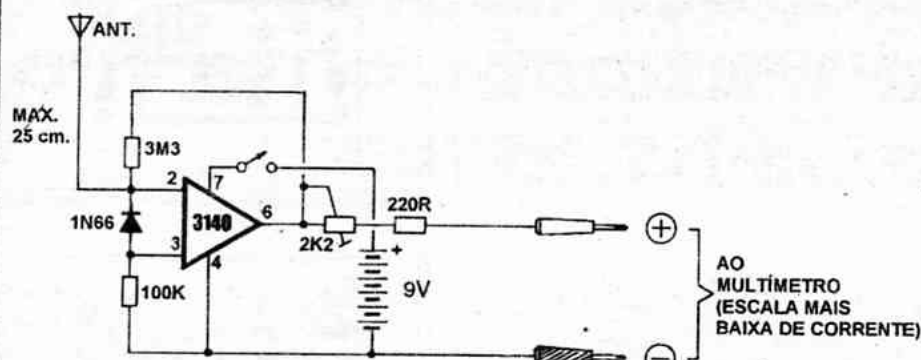

Fig. 1
- FIG. 1 - DIAGRAMA ESQUEMÁTICO DO CIRCUITO - O circuito, em si, é uma *caquinha*... Simples na sua concepção, muito reduzido no número de componentes (só peças comuns, de fácil aquisição...), utiliza como *miolo* ativo um integrado Amplificador Operacional, equivalente ao *velho* 741, porém internamente dotado (nos seus blocos de entrada...) de transistores de efeito de campo, o que lhe proporciona uma impedância *muito* alta, garantindo excelente sensibilidade a sinais aplicados às suas entradas *inversora* e *não inversora* (respectivamente pinos 2 e 3...), quando *circuitado* no modo diferencial... O citado integrado é o CA3140 (já conhecido dos leitores/ho-